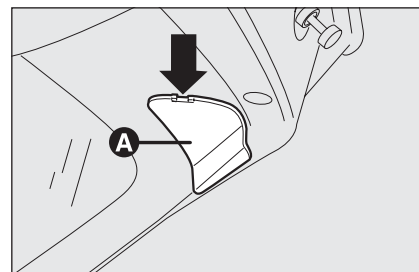

fig. 31
- rimuovere il coperchio **A**-fig. 31 agendo con un cacciavite nel punto indicato dalla freccia;
- richiudere lo sportello **A-fig. 31**.
- rimuovere il coperchio **A-fig. 31** agendo nel punto indicato dalla freccia;